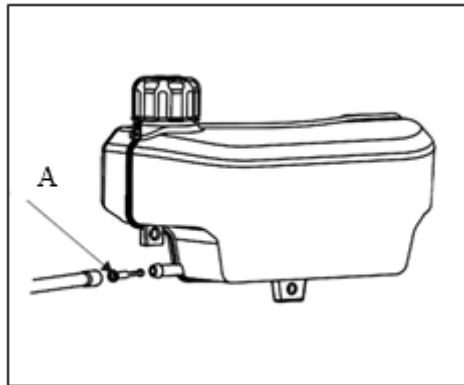

Fig. 14
3. Vuelva a instalar el filtro de combustible (A) y la línea de combustible. (Ver Fig. 14)